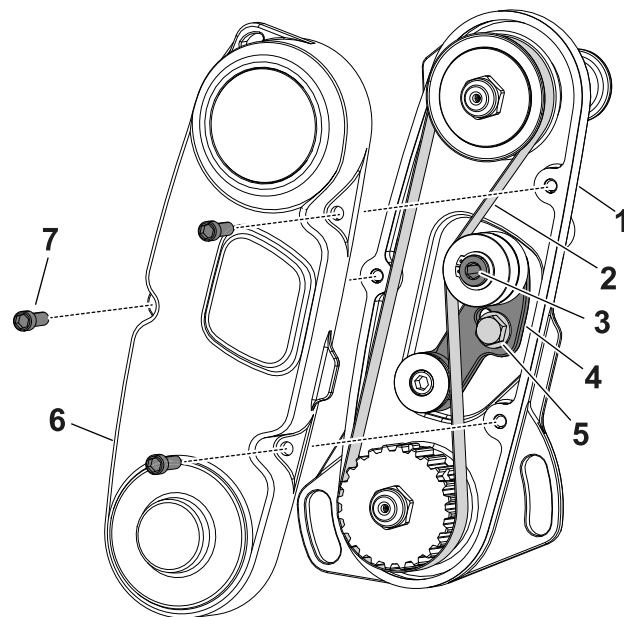

Figura 15
1. Retire la cubierta de la correa para tener acceso a la correa (Figura 15).
2. Afloje el perno del brazo tensor y gire el brazo tensor (Figura 15) para aliviar la tensión de la correa.
3. Retire la correa (Figura 15).
6. Instale la correa y ténsela aplicando una fuerza de 4 a 5 N·m a la cabeza hexagonal interna del brazo tensor, como se muestra en la Figura 15.